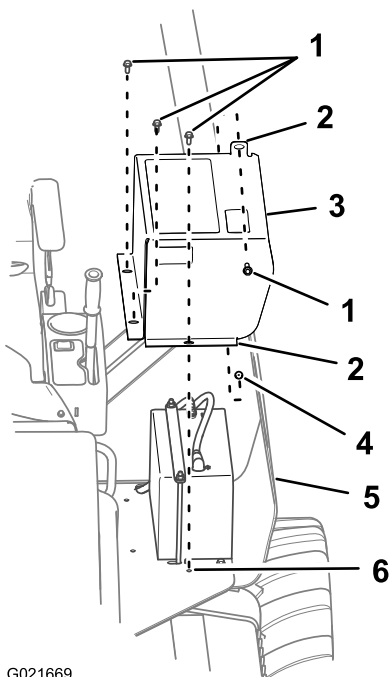

Figura 58
2. Quite el perno que sujeta la tapa de la batería a la placa de la protección antivuelco (Figura 58).
3. Retire los 3 pernos que sujetan la tapa de la batería a la plataforma del operador y retire la tapa de la batería (Figura 58).
1. Alinee los orificios de las bridas de montaje para la tapa de la batería con los orificios de la plataforma del operador alrededor de la batería (Figura 58).
2. Sujete la tapa de la batería a la placa de la protección antivuelco con un perno (Figura 58).
3. Sujete la tapa de la batería a la plataforma del operador con los 3 pernos que ha quitado previamente (Figura 58).